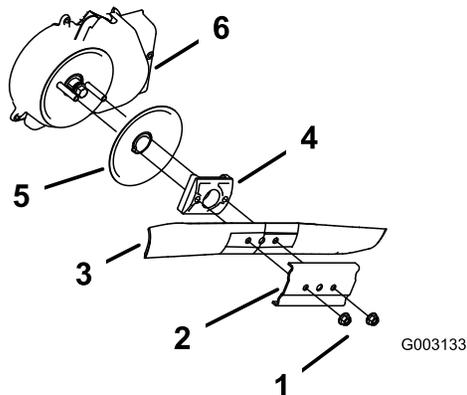

Figure 28
3. Retirez les 2 écrous de la lame et le renfort (Figure 28).
4. Déposez la lame (Figure 28).
5. Déposez le dispositif d'entraînement de la lame et le disque (Figure 28).
6. Déposez la protection de l'embrayage du frein de lame (Figure 28).
10. Reposez la lame et le renfort déposés précédemment (Figure 28).